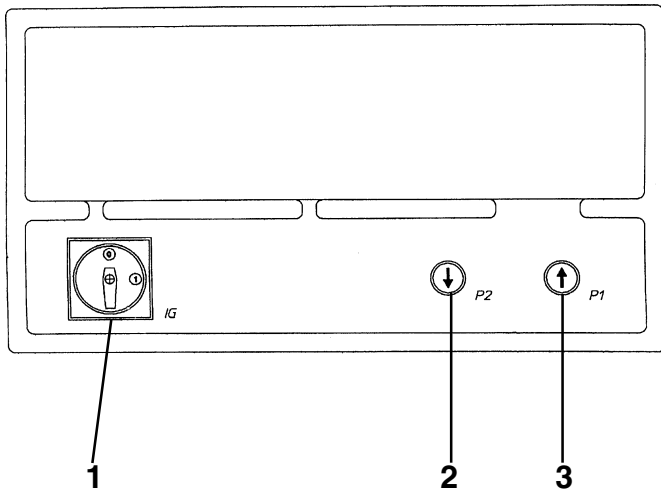

Fig. 36
5.5.1 RAV635-640-650-660 .1-.4-.4.46-.6 (I)
Salita. (Rif. Fig.36) Interruttore generale (1) in posizione 1. Premere il pulsante di salita (3) fino al raggiungimento dell'altezza voluta.
Up. (Ref. Fig. 36) Main switch (1) in position 1.
Heben. (Zu Abb. 36). Hauptschalter (1) in Schaltstellung "1" setzen. Die Taste "Heben" (3) drücken, bis die gewünschte Höhe erreicht wird.
Montée. (Réf. Fig. 36) Interrupteur principal (1) sur la position 1. Appuyer sur le bouton-poussoir de montée (3), jusqu'à obtention de la hauteur souhaitée.
Subida. (Ref. Fig.36) Interruptor general (1) en posición 1.